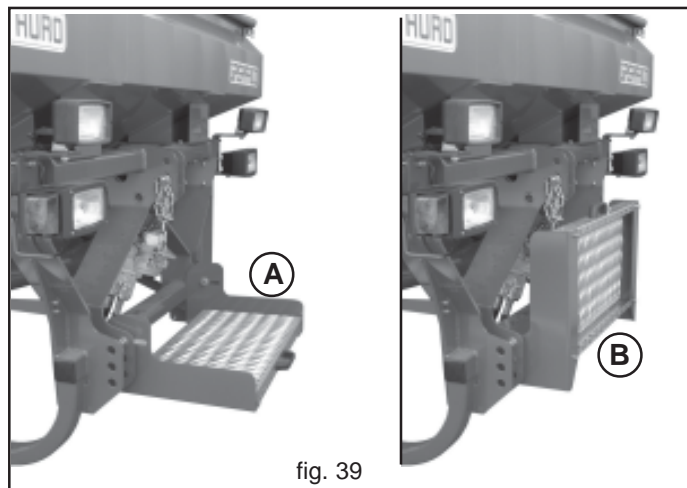

fig. 39
Dans le cas de chargement manuel, utiliser le marchepied (A, Fig. 39) pour accéder à la trémie de l'équipement.
Replier toujours le marchepied comme indiqué à la Figure 39 (B) aussi bien pendant le travail que pendant le transport sur route.